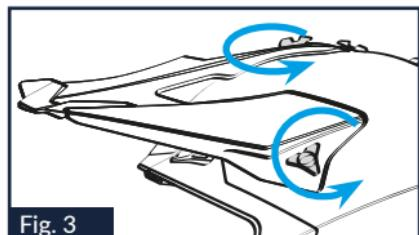

Fig. 3
- Tirer la languette rouge d'ouverture rapide jusqu'à desserrer complètement le ruban sans le faire sortir des anneaux (voir Fig. 3).
1.1. Desserrer le cliquet fileté central supérieur « A » en le faisant tourner dans le sens inverse des aiguilles d'une montre (Fig. 3).
1.3. Bloquer la visière dans la position souhaitée en serrant le cliquet fileté central supérieur « A » ; contrôler que les cliquets latéraux « B » ne se sont pas desserrés (Fig. 3).
filetés « B » en les faisant tourner dans le sens inverse des aiguilles d'une montre afin que les extrémités latérales de la visière se détachent de la calotte du casque (Fig. 3). Veiller à ne pas perdre les deux convoyeurs d'air situés entre la visière et la calotte (Fig. 2B).
3.2. Dévisser complètement le cliquet fileté central supérieur « A » en le faisant tourner dans le sens inverse des aiguilles d'une montre (Fig. 3). Décrocher ensuite la visière du casque, en veillant à ne pas perdre le joint du cliquet fileté central supérieur « A » situé entre la visière et la calotte (Fig. 2B).
4.1. Placer le joint du cliquet central supérieur « A » à la hauteur du trou fileté et appuyer la visière sur la calotte ; introduire ensuite le cliquet fileté central supérieur « A » dans le trou et le visser en le faisant tourner dans le sens des aiguilles d'une montre sans le serrer complètement (Fig. 3).
4.2. Insérer le cliquet latéral de gauche « B » dans le logement correspondant sur la calotte et le visser complètement (Fig. 3). Répéter ensuite l'opération sur l'autre côté du casque.